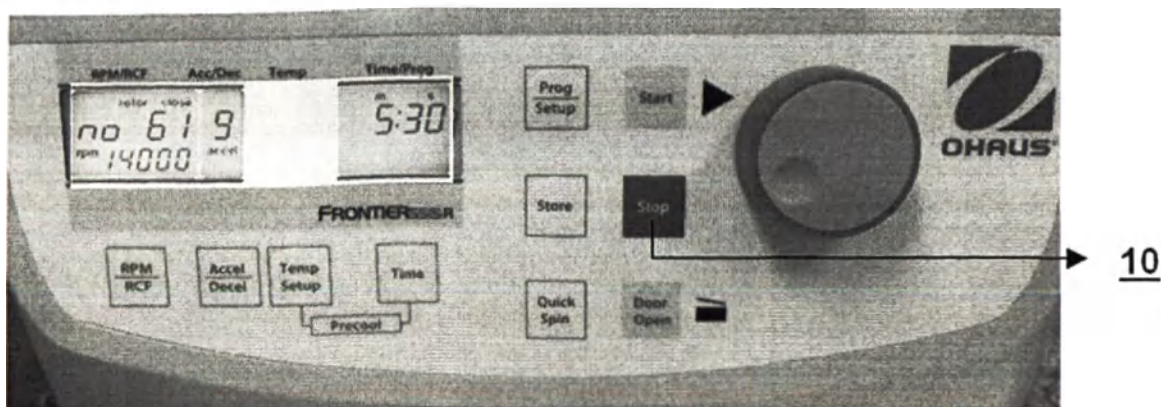

Рис. 27.
С помощью кнопки **Stop** (10) (см. рис. 27) центрифугу можно остановить в любое время. После нажатия на эту кнопку производится торможение центрифуги с заданной интенсивностью вплоть до полной остановки.